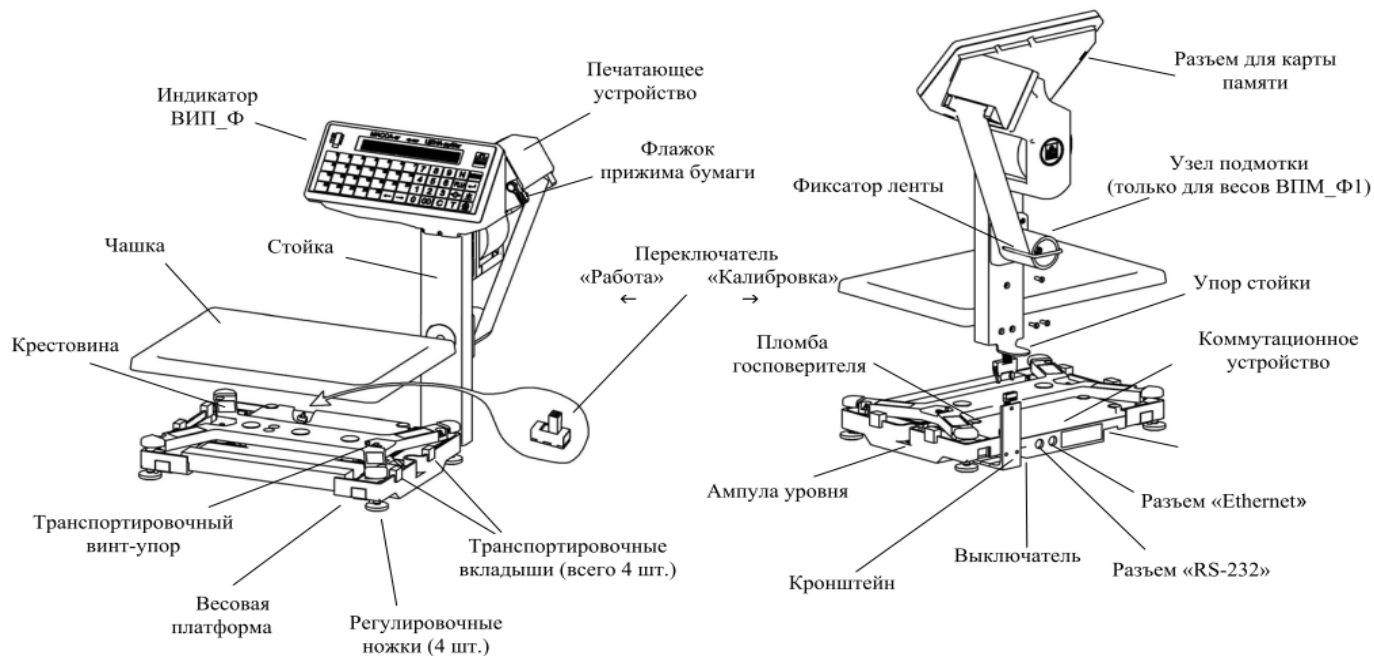

Рисунок 5.1 - Весы ВПМ_Ф, ВПМ_Ф1
- включить весы в режим калибровки. Для этого необходимо вывернуть винты крепления крышки коммутационного устройства (рис. 5.1 и 5.2), снять крышку и установить переключатель в положение "Калибровка", установить крышку на место;
- установить переключатель в положение «Работа» (рис. 5.1, 5.2);